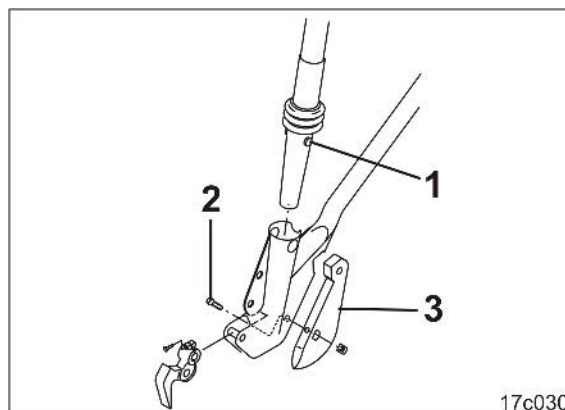

Fig. 218
1. Tryk tragtens dupper (Fig. 218/1) ind i skærkroppen.
3. Fjern skruen (Fig. 218/2) (tilspændingsmoment 45 Nm).
4. Lirk skærspidsen (Fig. 218/3) ud af forankringen.